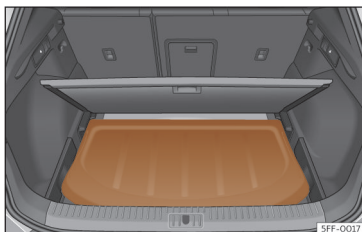

Fig. 114 Na bagageira: colocação da chapeleira.
- Coloque a chapeleira da bagageira no suporte previsto para o efeito >>> **Fig. 114**.